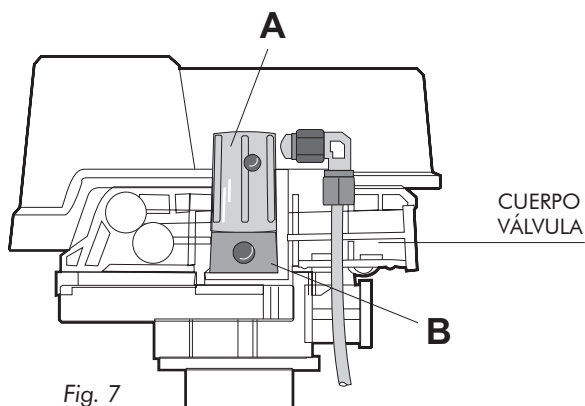
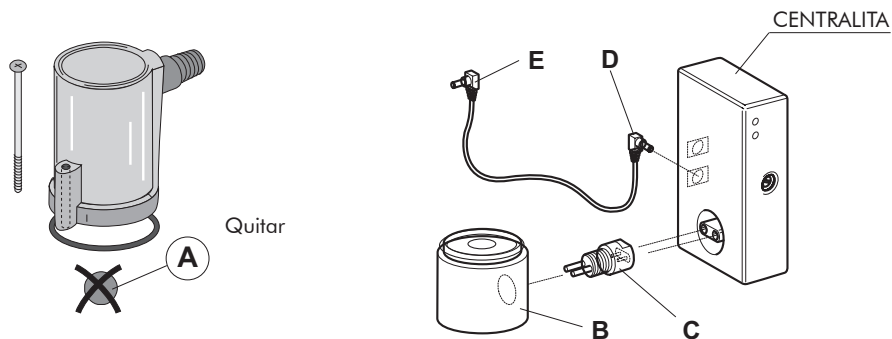

Fig. 7
Fig. 8
- Introducir el detalle B entre el cuerpo de la válvula y el dispositivo de control del aire, y sujetar el adaptador con los tornillos que se entregan en dotación (véase la fig. 7 pos. A y B). **Hay que quitar la bolita del dispositivo de control del aire y no utilizarla** (véase la fig. 8 pos. A).
- Colocar la centralita en los conectores portaelectrodos (véase la fig. 9 pos. C). Conectar el cable a la centralita (véase la fig. 9 pos. D) y la otra parte al temporizador de la válvula (véase la fig. 7 pos. E).